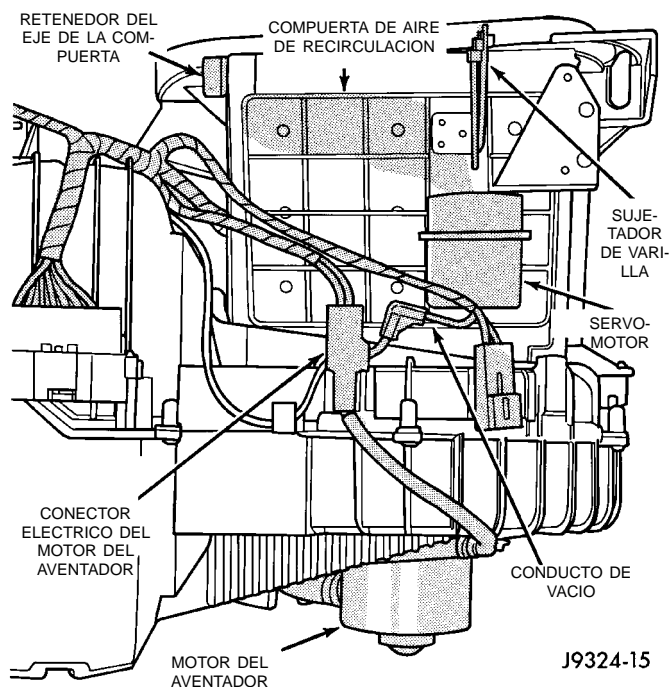
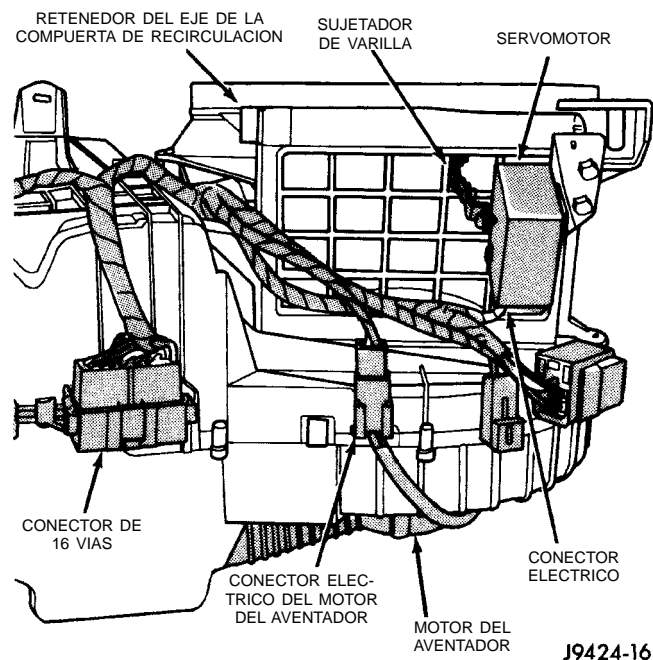

Fig. 54 Servomotor de la compuerta de aire de recirculación—manual
Fig. 55 Servomotor de la compuerta de aire de recirculación—ATC
- (1) Desconecte y aisle el cable negativo de la batería.
- (2) Retire el tablero de instrumentos tal como se describe en el Grupo 8E, Sistemas del tablero de instrumentos.
- (3) Desenchufe el conector del mazo de vacío del servomotor (Fig. 54) o el conector del mazo de cables (Fig. 55) el que esté equipado.
- (4) Desconecte el sujetador de la varilla impulsora.
- (5) Retire los tornillos que fijan el servomotor a la caja del calefactor y A/A.
- (6) Retire el servomotor de la caja del calefactor y A/A.